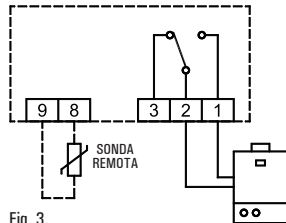
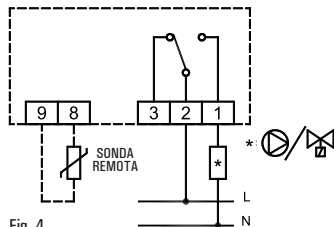

Fig. 3.
Fig. 4.
3. Realizar las conexiones eléctricas siguiendo el esquema de conexión de Fig. 3 o Fig. 4.
Inserir las pilas respetando la polaridad indicada en el compartimiento pilas (Fig. 4) y realizar la operación de reset actuando con un objeto con punta en el orificio pertinente (L de Fig. 4); **NO UTILIZAR AGUJAS.**
'OK': Programación/Hora/ Confirmación (I de Fig. 4);
'▲': Adelante (G de Fig. 4);
'▼': Atrás (H de Fig. 4);